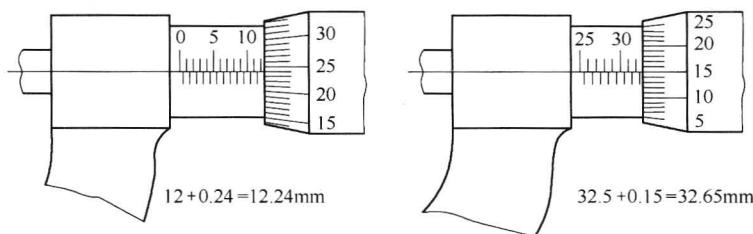

图 1-8 千分尺的读数方法
- (1) 读整数：先读出固定套筒上露出刻线的整毫米数和半毫米数，该数值作为整数。
- (2) 读小数：读出在微分筒上与固定套筒的基准线对齐的刻线数值，即不足半毫米的小数部分。
- (3) 求和：将上面两次读数值相加，即得被测件的读数值。
- 千分尺的读数方法如图 1-8 所示。